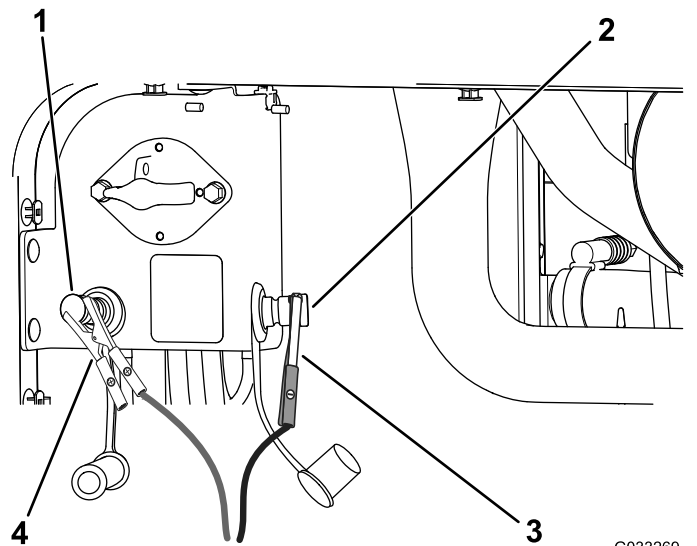

Figura 105
4. Collegate il cavo di ricarica positivo al polo di avviamento positivo (Figura 105).
5. Collegate il cavo di ricarica negativo al polo di avviamento negativo (Figura 105).
7. Quando le batterie sono completamente cariche, staccate il caricabatterie dalla presa elettrica e scollegate i cavi di ricarica dai poli di avviamento (Figura 105).